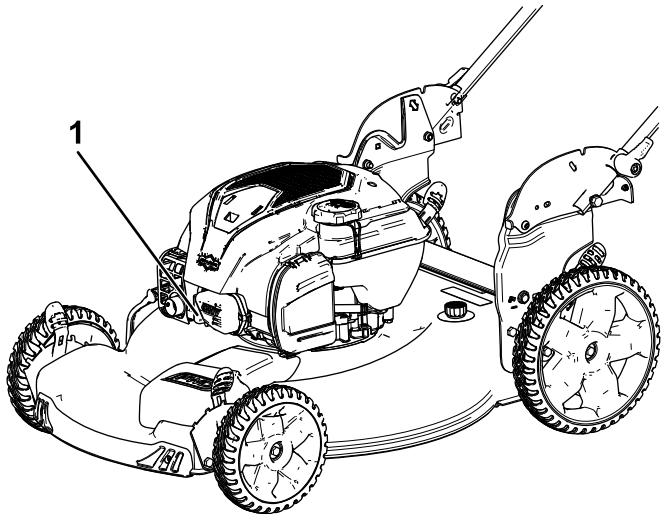

Figura 20
2. Scollegate il cappello dalla candela (Figura 20).